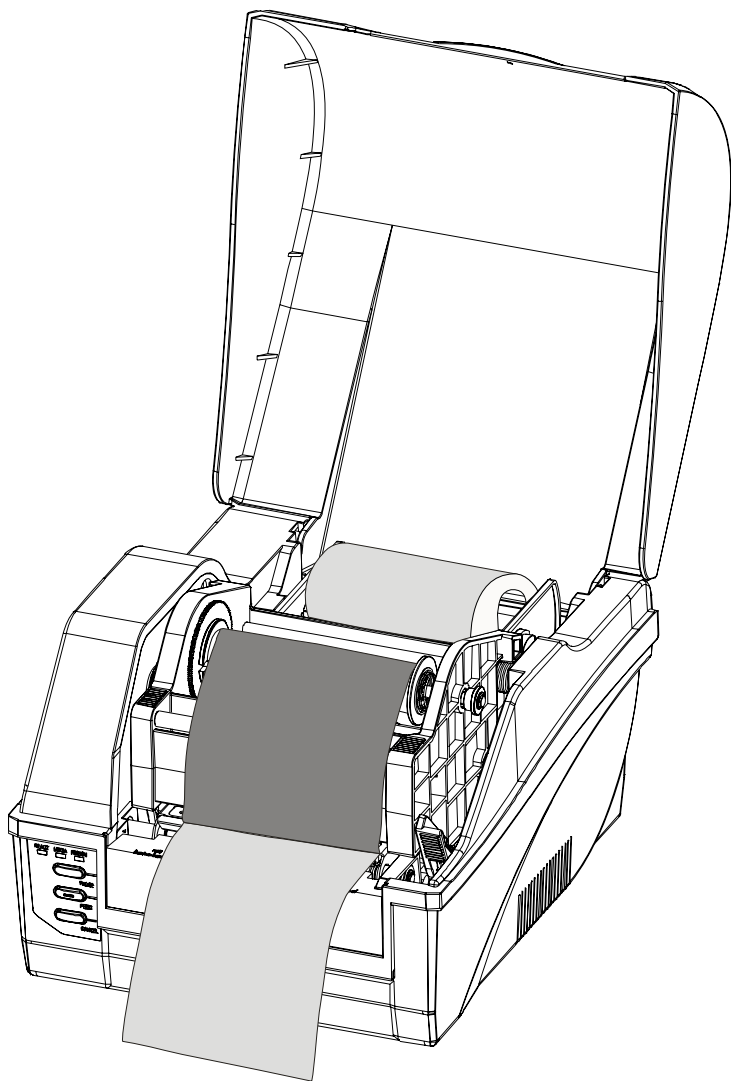

图 6-4
11. 用两只手同时按下打印头模组直到锁紧杆锁上打印头定位轴，这时可以听到“咔”的响声（图 6-4）；